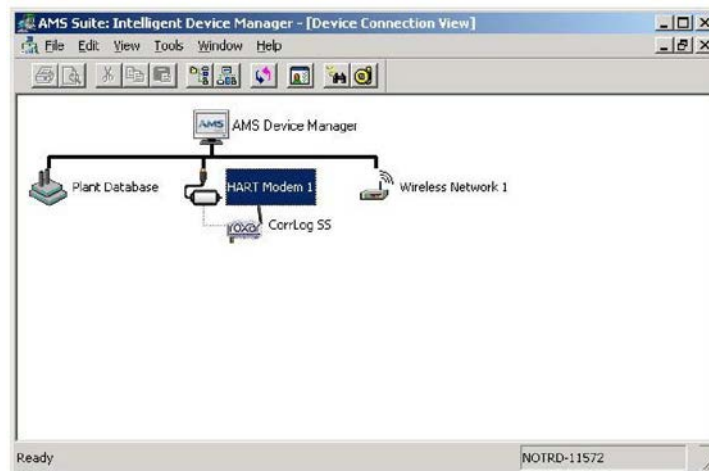

Рисунок 5. Отображение подсоединенных устройств в ПО AMS
- Запустите ПО AMS Device Manager (Менеджер устройств в ПО AMS), войдите в систему с именем пользователя и паролем и выберите **View-> Device Connection View (Отображение-> Отображение подсоединенных устройств)** (рисунок 5):